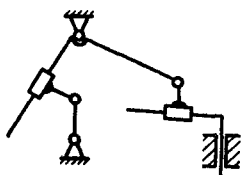

图 1-37
3. 解 如图 1-37 所示。
4. 解 (1) 杆组是不可再分的、自由度为零的运动链。II 级组是具有两个杆和三个低副的杆组。